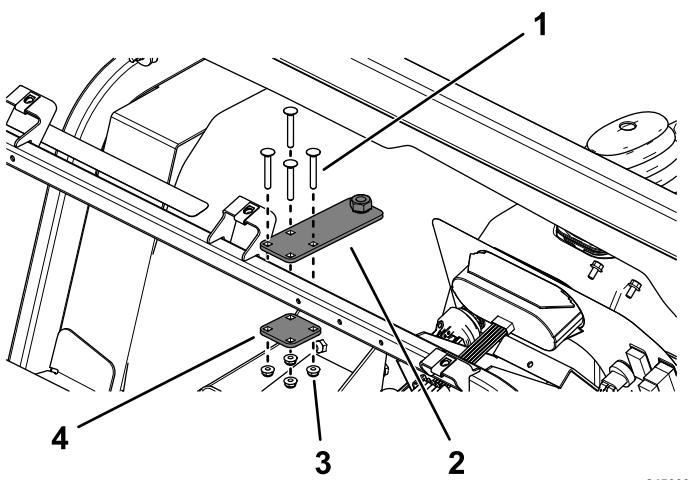

Figura 36
- Instale la chapa de ajuste y la chapa trasera en el tubo de sujeción del salpicadero con 4 pernos de cuello cuadrado ($\frac{1}{4}$ " x $1\frac{3}{4}$ ") y 4 tuercas con arandela prensada ($\frac{1}{4}$ "), tal y como se muestra en la Figura 36.